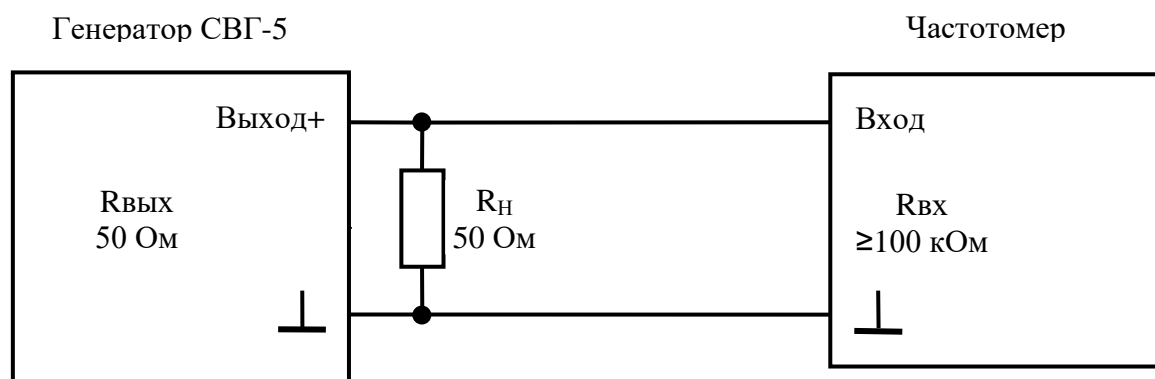

Рис.1. Структурная схема для определения погрешности установки частоты выходного сигнала генератора.
4.1.1. Соберите схему для определения погрешности установки частоты выходного сигнала генератора (рис.1). Нагрузочное сопротивление 50 Ом подключите к выходу «Выход +» генератора. К этому же выходу коаксиальным кабелем подключите внешний электронно-счётный частотомер.